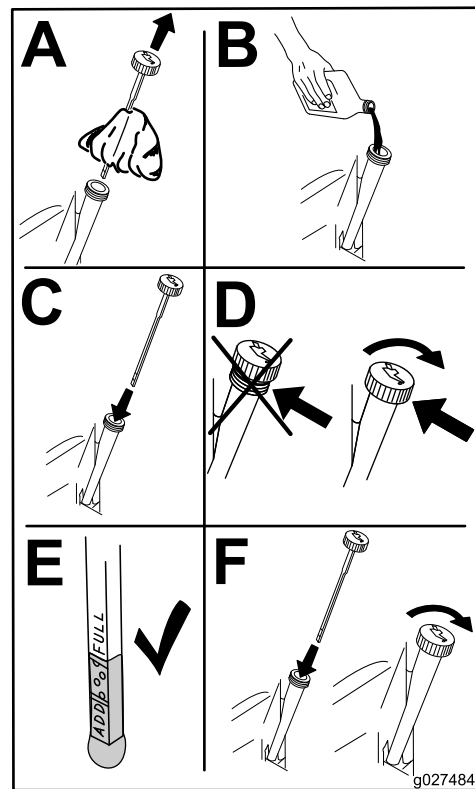

Figura 41
6. Vierta lentamente un 80% aproximadamente del aceite especificado por el tubo de llenado, luego añada lentamente el resto del aceite hasta que llegue a la marca **Full (Lleno)** (Figura 41).